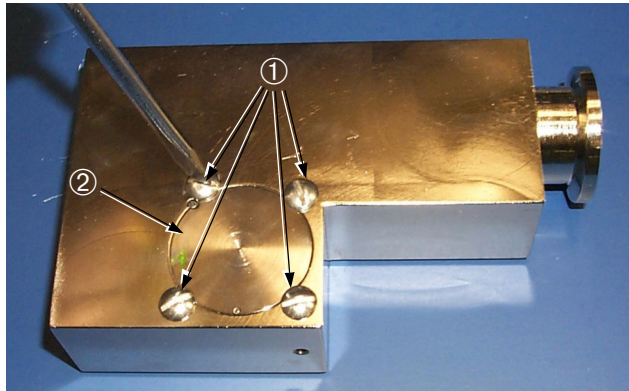

图 4-17 磁极部件
1. 旋下 4 颗槽缝螺丝 ① 以松开磁极部件 ②（图 4-17）。